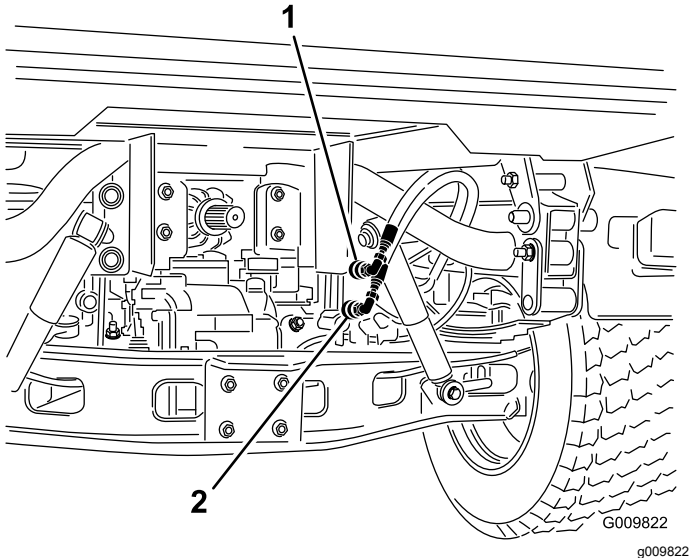

Figure 73
2. Sur les deux machines, débranchez les 2 flexibles à raccords rapides des flexibles fixés au support de raccord (Figure 73).